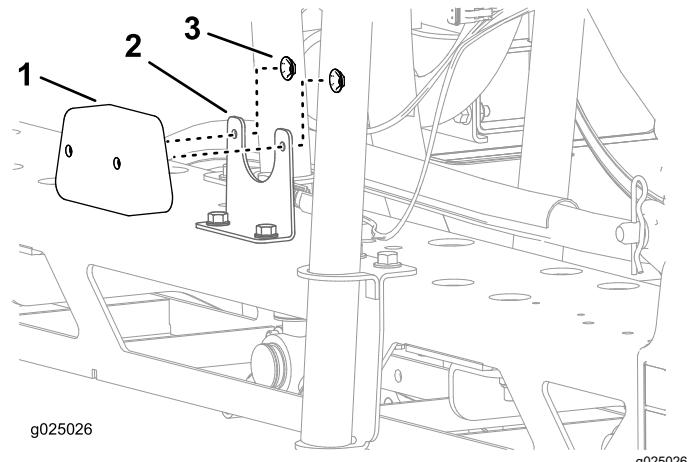

Figura 2
3. Instale el conjunto de luz trasera en el soporte de la luz trasera y sujetelo con las 2 tuercas de acero troquelado, tal y como se muestra en la Figura 2.